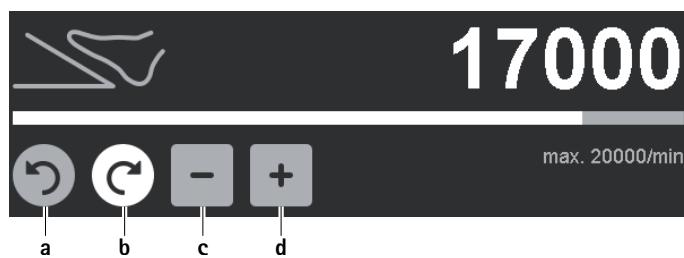

Fig. 6 Ändra den övre varvtalsgränsen/rotationsriktningen
- ▶ Ändra rotationsriktning: Aktivera den inaktiva, grå rotationsriktningsknappen för högerrotation/vänsterrotation **a/b**, se Fig. 6.